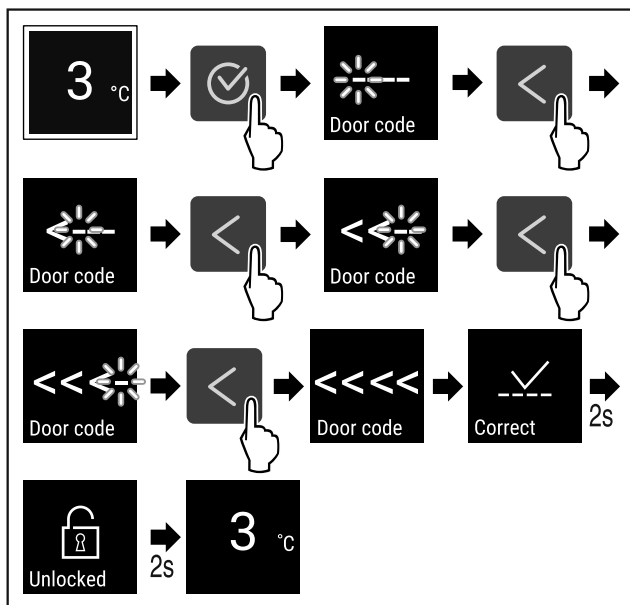

Fig. 70 Reteszelve ki az ajtót a <<<< ajtókóddal.
- ▶ Hajtsa végre a művelet lépéseit (lásd Fig. 70) .